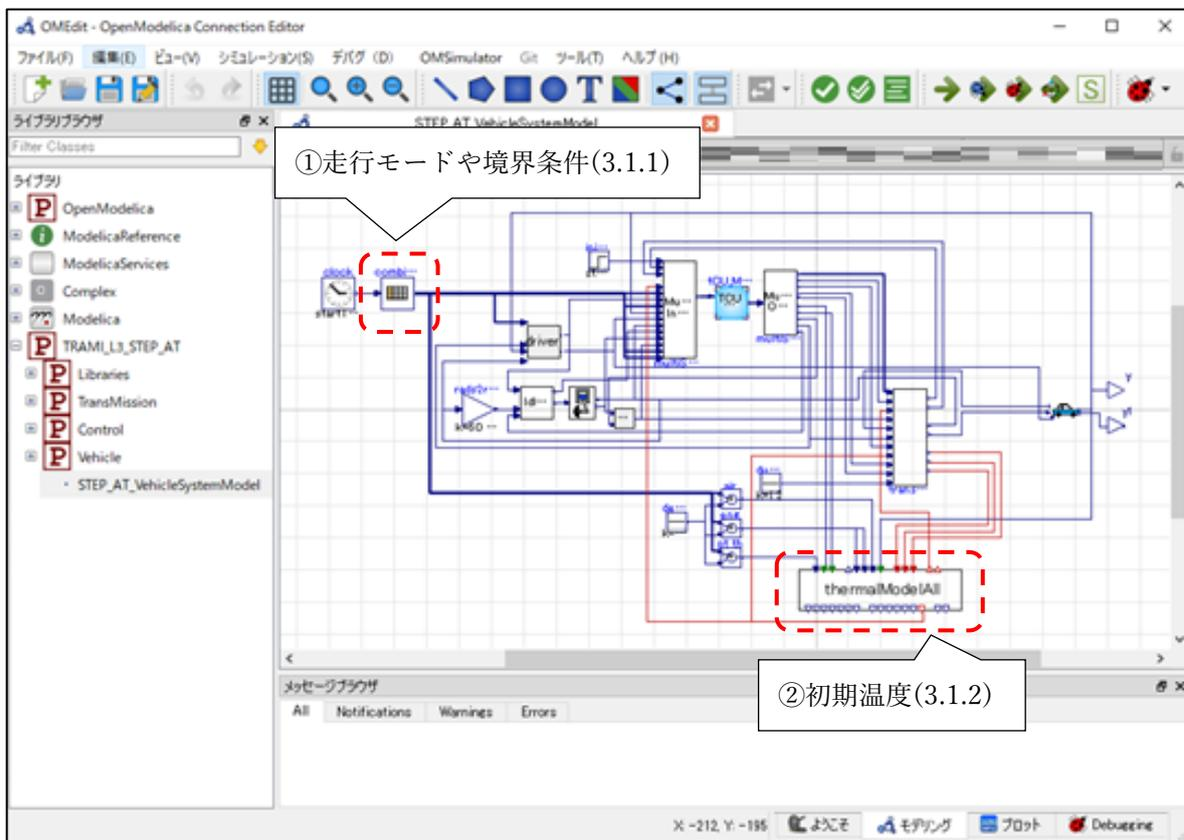

Figure 23 初期条件設定必要な箇所
モデルのシミュレーション実行に必要な初期値および境界条件等について説明する。Figure 23 より、設定が必要な箇所は①走行モードや境界条件データ、②初期温度の設定が必要である。